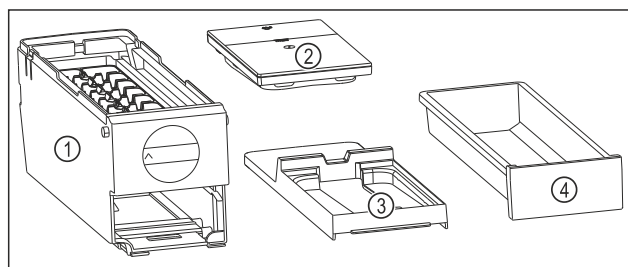

Fig. 133 Beståndsdelar i EasyTwist-Ice
- ▷ EasyTwist-Ice är delad i fyra delar. (se Fig. 133)
- ▶ Ta endast isär EasyTwist-Ice i de avbildade beståndsdelarna. (se Fig. 133)
- ▶ Rengör EasyTwist-Ice-enheten Fig. 133 (1) i sin helhet.